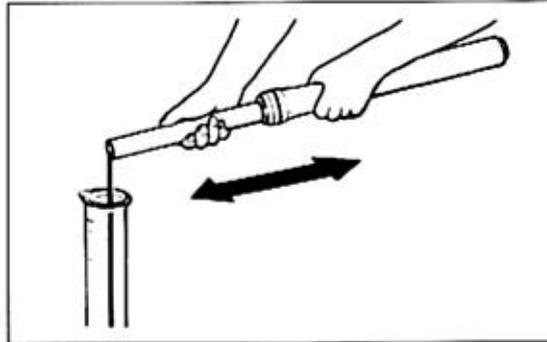

Bild 159
- Untere Gabelverschluss-Schraube (Innensechskant SW 6) ausdrehen (Bild 159). Falls sich Dämpferrohr mitdreht, Dämpferstange mit Spezialwerkzeug 09940-34530 gegenhalten. Falls dieses Werkzeug nicht zur Verfügung steht: